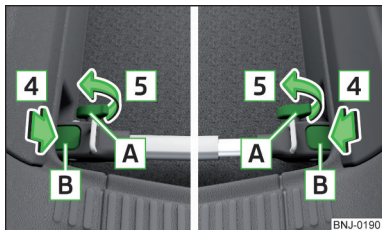

Fig. 119
- › Împingeți suporturile **B** în sensul săgeților **4** până la fixarea cu un sunet specific » fig. 119.